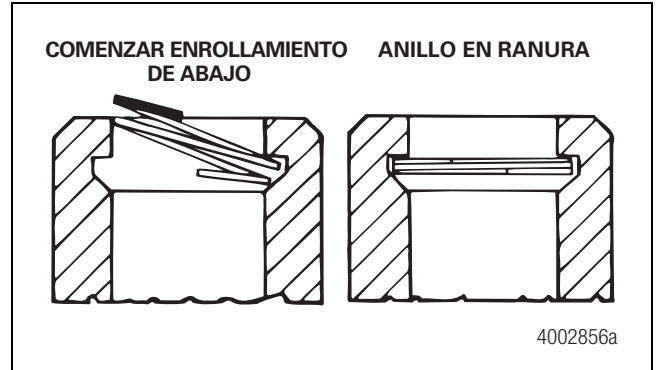

Figura 5.4
9. Use un destornillador pequeño para presionar un extremo del anillo para que entre en la ranura. Figura 5.4.